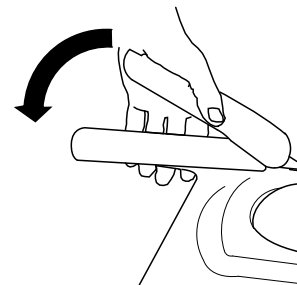

Figura 8
3. Apriete la palanca izquierda (tracción) contra la empuñadura (Figura 8).
- 6. Apriete la palanca izquierda (tracción) contra la empuñadura (Figura 8).